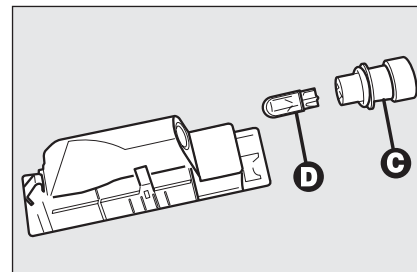

fig. 41
- ☐ saque el portalámparas **C-fig. 41** girándolo ligeramente y sustituya la lámpara **D** montada a presión.